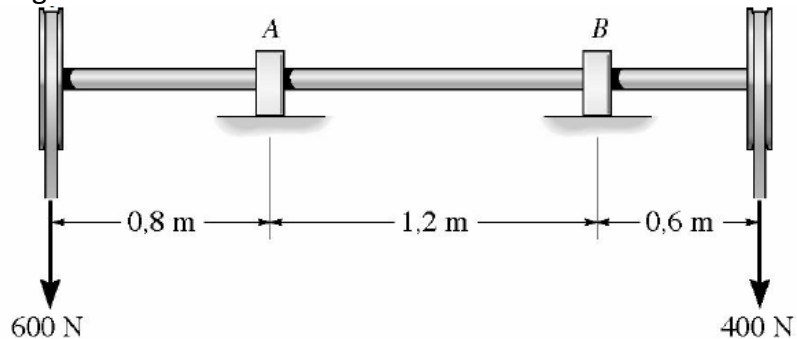

Figura 4.4
4.2.1 Determine a tensão normal e a tensão de corte máxima provocada pelo esforço cortante nas secções A e B, Figura 4.4. Diâmetro: 50 mm.